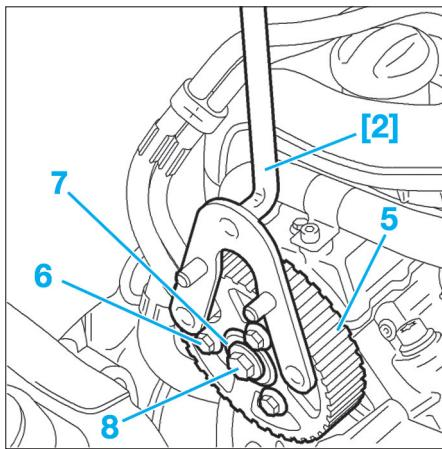

FIG. 39
- [2]. Outil de blocage de la roue dentée d'arbre à cames (Fig.39).
- la canalisation EGR (2),
- la durite de recyclage des vapeurs d'huile (3),
- la canalisation d'admission d'air du boîtier doseur EGR (4).
- la partie supérieure du collecteur d'admission (1),
- Immobiliser la roue dentée (5) d'arbre à cames à l'aide de l'outil [2] (Fig.39).
- Débloquer les vis (6) de la roue dentée (5) sur le moyeu (7) et la vis (8) de fixation du moyeu (7) sur l'arbre à cames.
- Immobiliser en rotation la roue dentée d'arbre à cames puis déposer la vis de fixation de l'ensemble roue dentée de moyeu d'arbre à cames et dégager cette dernière. Récupérer la clavette (Fig.39).